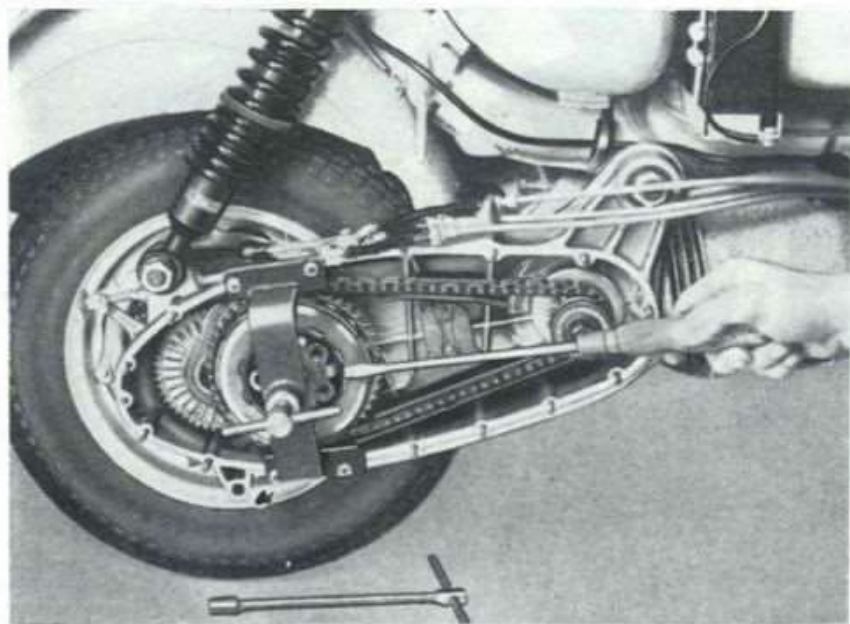
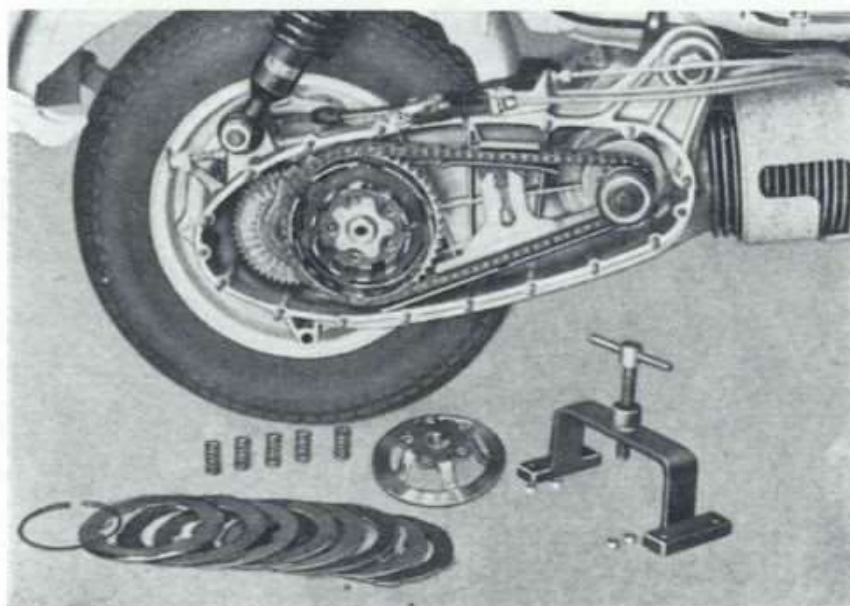

Fig. 5
Fig. 6
- 9 Smontare i dischi della frizione: applicare l'attrezzo n. 59351 per comprimere le molle della frizione, togliere l'anello elastico aiutandosi con un cacciavite (vedi fig. 5), smontare l'attrezzo, sfilare i dischi, la flangia ferma-molle e togliere le molle. Vedi fig. 6.